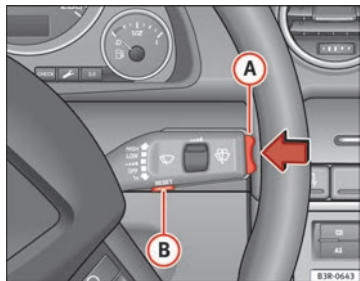

Abb. 59 Scheibenwischerhebel: Funktionswahlschalter
- Drücken Sie den Funktionswahlschalter im Scheibenwischerhebel **A** ⇒ Abb. 59 oben bzw. unten, um den eingestellten Wert zu verändern. Die Werte laufen in Schritten von 10 km/h auf- bzw. abwärts.
- Drücken Sie die Reset-Taste im Scheibenwischerhebel **B** ⇒ Abb. 59 solange, bis im Display das durchgestrichene Geschwindigkeitswarnsymbol der Warnschwelle 2 erscheint.